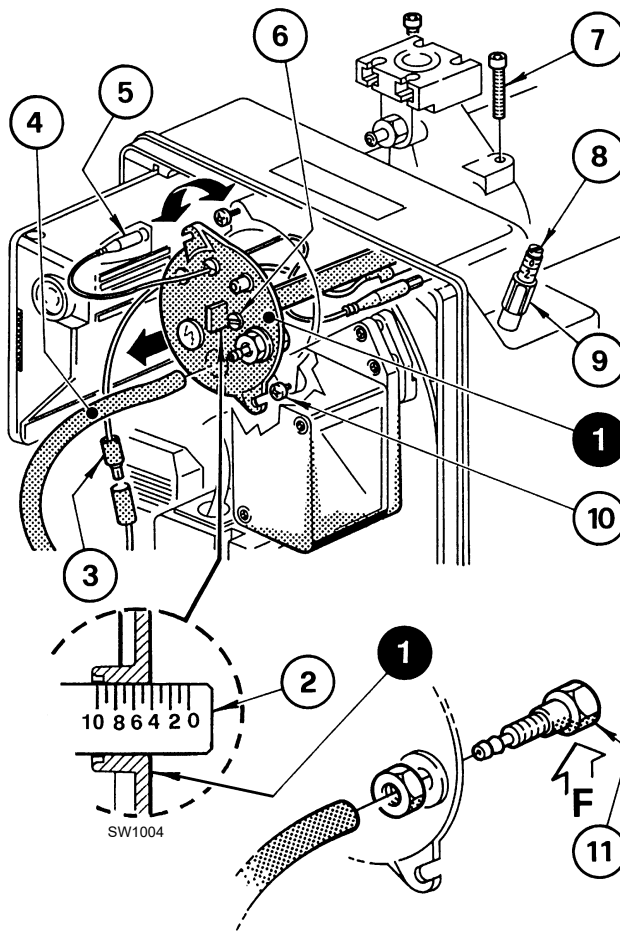

Fig. 11
Se realiza girando en el sentido de las agujas del reloj o en sentido contrario el tornillo de regulación 6)(Fig. 11), hasta que la muesca hecha en la brida de regulación 2) coincida con el plano externo del grupo cabezal 1).
En la Fig. 11, la brida de regulación del cabezal está regulada en la muesca 4.
Para extraer el grupo cabezal (Fig. 11) es necesario:
Volver a montar siguiendo el mismo procedimiento antes descrito en el orden inverso, colocando el grupo cabezal 1)(Fig. 11) en su posición original.
Enroscar los tornillos 7)(Fig. 11) sin apretarlos hasta que hagan tope. Después apretarlos con el par de torsión de 3 - 4 Nm.
Si la toma de presión del aire (11) (Fig. 11) se aflojase accidentalmente, reapretarla asegurándose que el orificio (F) (Fig. 11) situado en la parte interna del grupo cabezal 1)(Fig. 11) esté orientado hacia abajo.